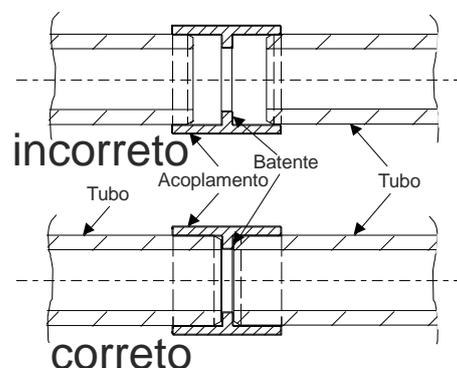

Fig. 35 Montagem dos tubos
- Cada segmento de tubo é unido por meio de peças acessórias. Neste caso, dependendo do material do tubo utilizado, aplica-se o processo de colagem de acordo com os Cap. 5.3.2 e 5.3.3 ou o processo de compressão de acordo com o Cap. 5.3.4. Os tubos têm de ser inseridos nas peças acessórias até ao batente, Fig. 35.